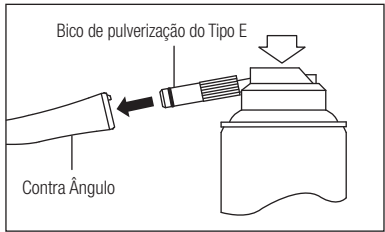

Fig. 15
- 2) Introduza o bico de pulverização na parte posterior do contra ângulo. Segure o contra ângulo e pulverize 2-3 vezes durante aproximadamente 2-3 segundos de cada vez. Aplique lubrificante até sair pela cabeça do contra ângulo durante, pelo menos, dois segundos (Fig. 15).
- 3) Lubrifique o instrumento com NSK PANA SPRAY (Fig. 15) ou com um sistema de limpeza e lubrificação de instrumento automático.